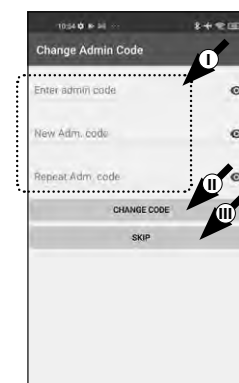

Abb. 21
- 6 Geben Sie den vorhandenen Administratorcode ein, gefolgt von zweifacher Eingabe Ihres Wunsch-Administratorcodes (I). Bestätigen Sie die Eingaben mit „CHANGE CODE“ (II) (Abb. 21).
Mit der Taste „SKIP“ brechen Sie den Vorgang ab, der Administratorcode wird nicht geändert (III) (Abb. 21).